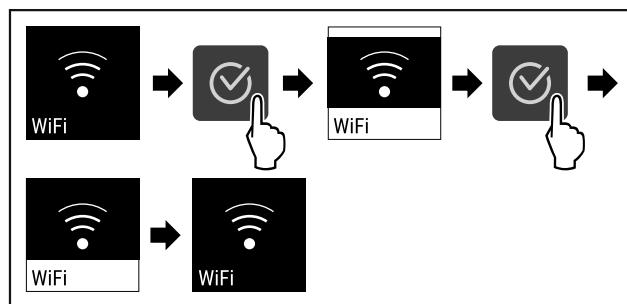

Fig. 87
- ▶ Proveďte akční kroky (viz Fig. 87).